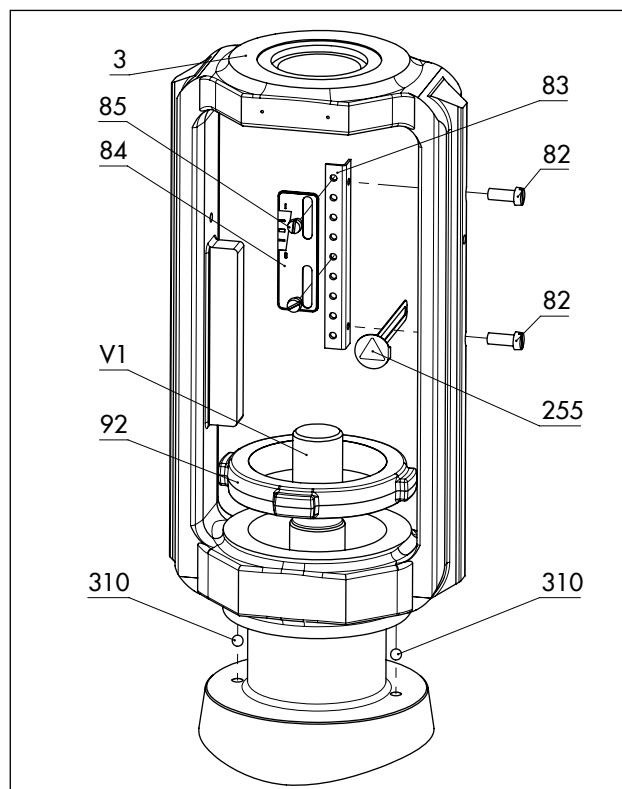
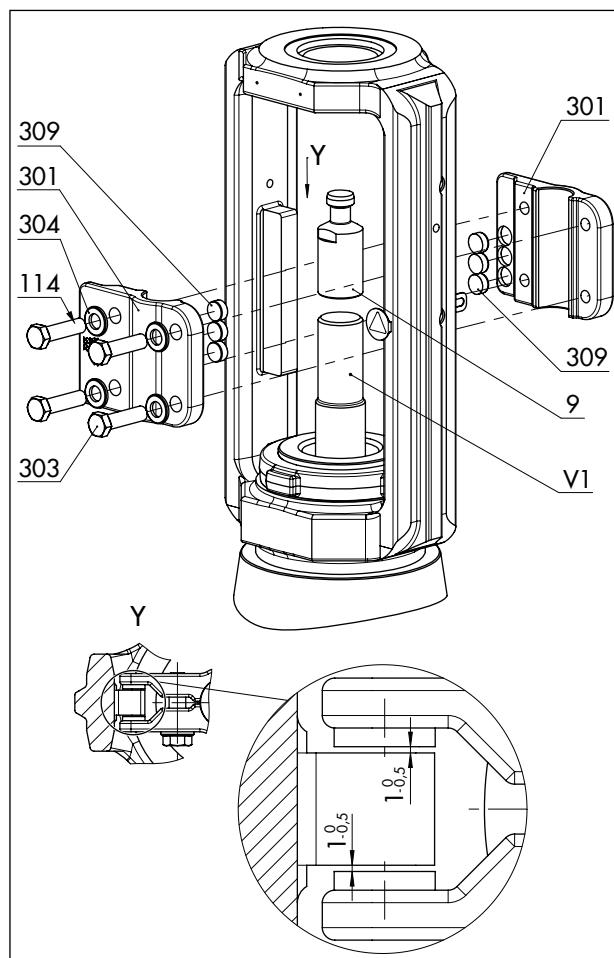

Fig. 14: *Panoramica del montaggio del gruppo castello con targhetta della corsa nella versione standard*
Fig. 15: *Panoramica del montaggio della protezione contro la torsione nella versione standard*
Vedere Fig. 14 e Fig. 15
- Tra le rondelle di scorrimento e il loro supporto sul castello sia presente uno spazio nominale compreso tra 0,5 e 1 mm su ciascun lato (vedere dettaglio Y nella Fig. 15)